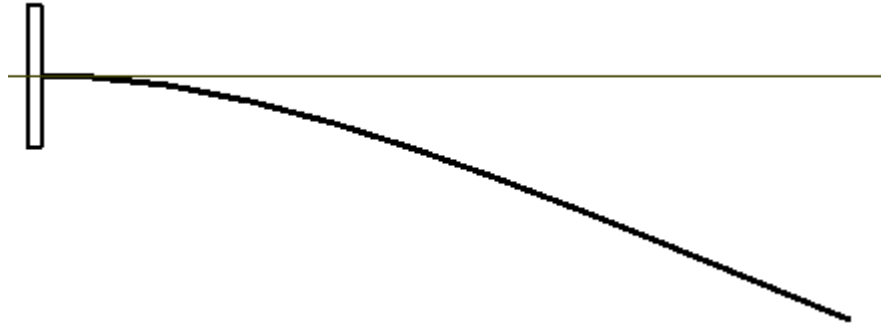
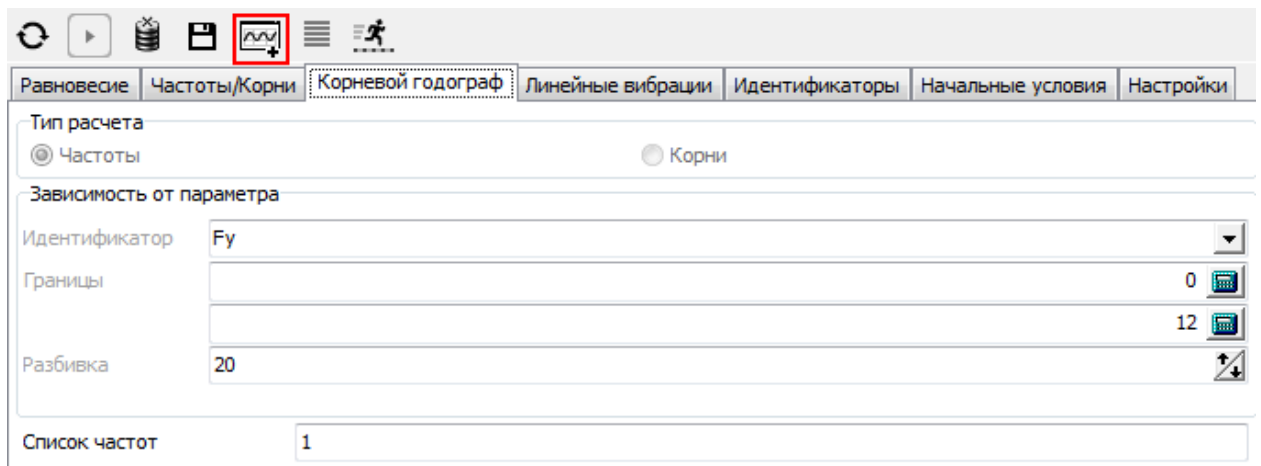
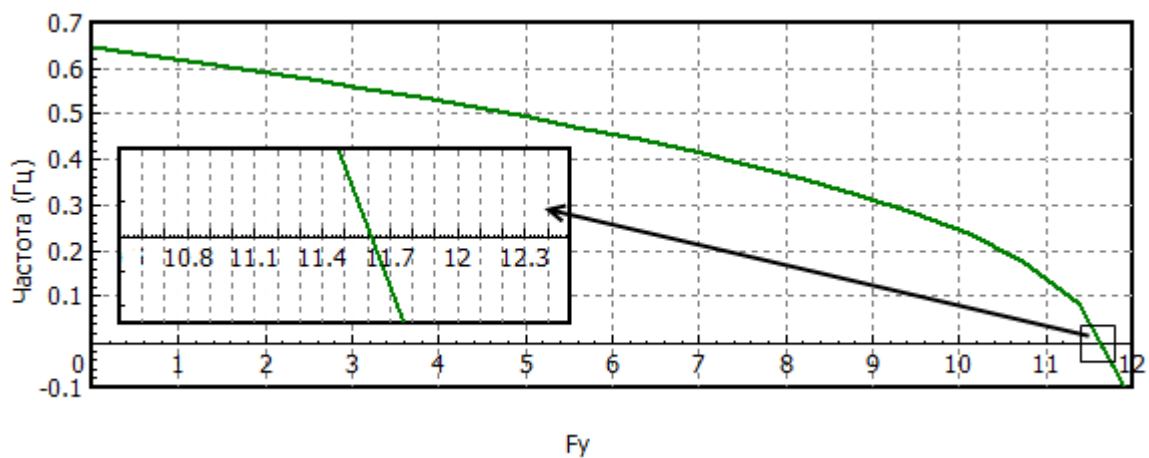

Рис. 3.9. Балка в положении равновесия
Рис. 3.16. Построение корневого годографа
Рис. 3.17. Зависимость первой собственной частоты балки от величины сжимающей силы
3. Перейдите на вкладку **Равновесие** и нажмите кнопку **Выполнить расчет** . После выполнения расчета балка в анимационном окне будет отображаться в положении равновесия, рис. 3.9.
Запустите инструмент *статического и линейного анализа*. Перейдите на вкладку **Корневой годограф**. В группе **Тип расчета** укажите **Частоты**. В поле **Идентификатор** выберите F_y . В полях **Границы** назначьте границы изменения идентификатора. В верхнем поле (начальное значение) введите **0**, в нижнем поле (конечное значение) введите значение несколько больше критической силы, например, **12**. В поле **Разбивка** введите **20**, т.е. будет выполнено 20 расчетов с равным шагом приращения указанного идентификатора. Перейдите на вкладку **Настройки | Общие настройки**. В группе **Расчет равновесия** укажите **Уравнения равновесия** как метод определения положения равновесия, рис. 3.9. Вернитесь на вкладку **Корневой годограф** и нажмите кнопку **Выполнить расчет** . После завершения расчета постройте график зависимости первой собственной частоты балки от величины идентификатора F_y , нажав кнопку в окне инструмента *статического и линейного анализа*, рис. 3.16. Пересечение годографа с осью абсцисс соответствует потере устойчивости, рис. 3.17. Сравнение аналитического и численного решения свидетельствует об их близости.